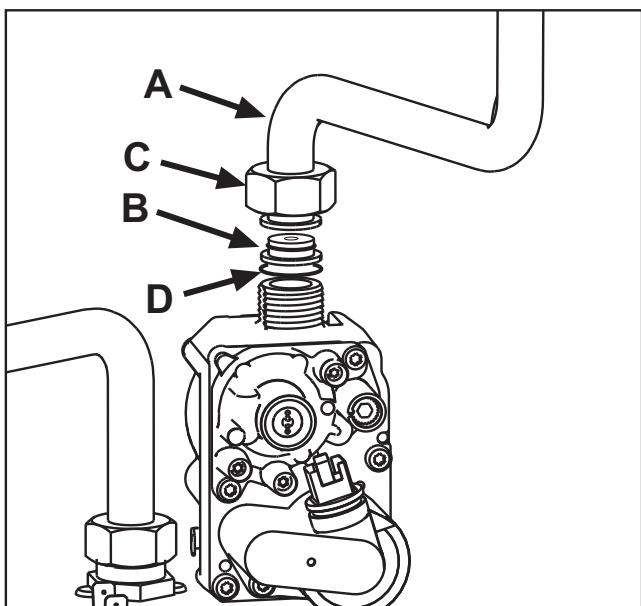

рис. 23
3. Открутите колесико С и снимите газовую трубу А с газового клапана (см. рис. 23);
4. Замените форсунку В, вставленную в газовую трубу, на форсунку, входящую в комплект для переоборудования, поместив между ними прокладку D (см. рис. 23).